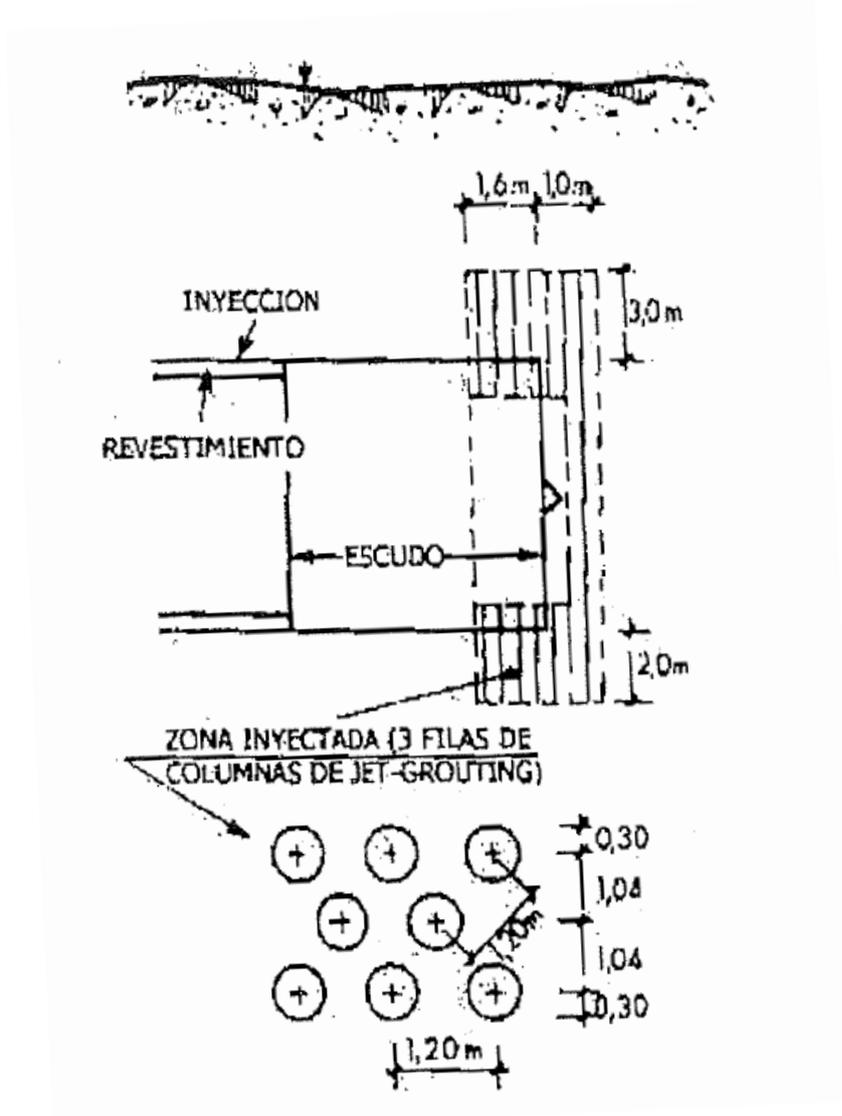

Figura 19. Tratamiento con jet grouting para acceder al frente del escudo o tuneladora
- En la construcción de los denominados “bloques técnicos” para permitir el acceso al frente de las tuneladoras, para el cambio de las herramientas de corte (Figura 19).